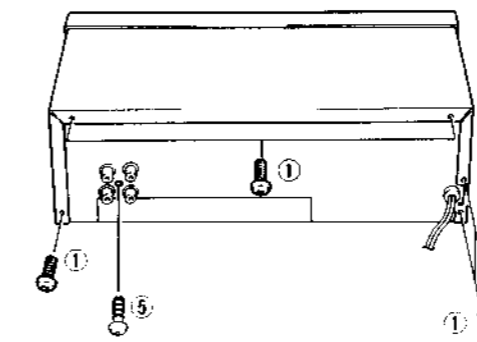
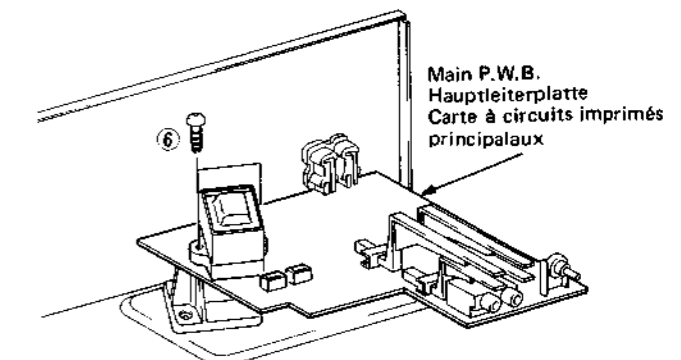

Fig. 2 Abb. 2
Fig. 6 Abb. 6
- Top Cover (Fig. 2)**
- Obere Abdeckung (Abb. 2)**
- Main P.W.B. (Fig. 2, 6)**
After the front panel is removed, remove one screw ⑤ (Fig. 2) and two screws ⑥ (Fig. 6).
- Hauptleiterplatte (Abb. 2, 6)**
Nachdem die Frontplatte abgenommen wurde, eine Schraube ⑤ (Abb. 2) und zwei Schrauben ⑥ (Abb. 6) entfernen.
- Plaque supérieure (Fig. 2)**
- Carte à circuits imprimés principaux (Fig. 2, 6)**
Après avoir déposé le panneau de façade, retirer une vis de fixation ⑤ (Fig. 2) et deux vis de fixation ⑥ (Fig. 6).